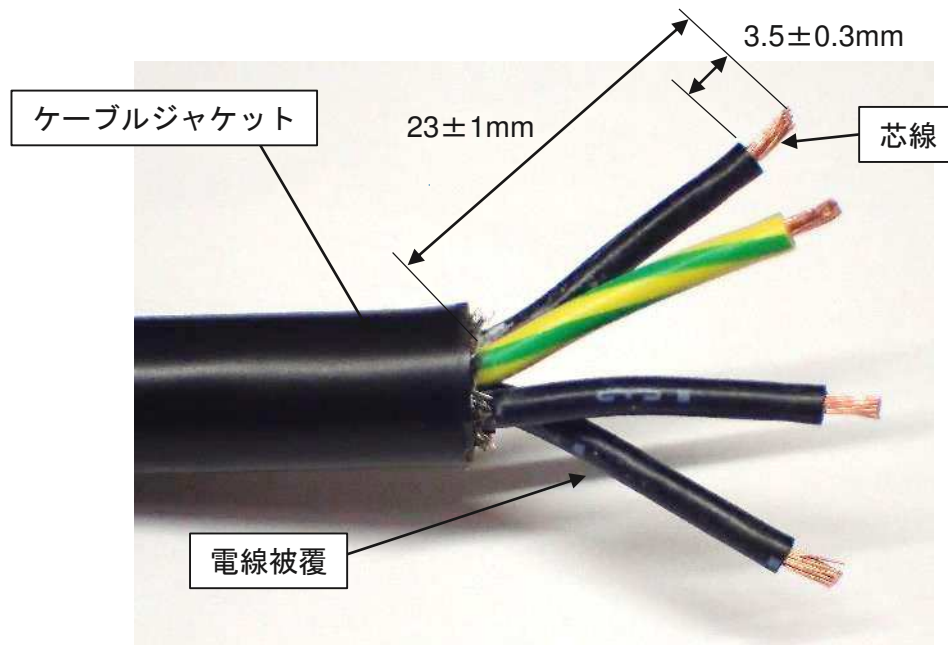

Fig.1
1) ケーブルジャケットと芯線をFig.1に示す形状に被覆剥きしてください。